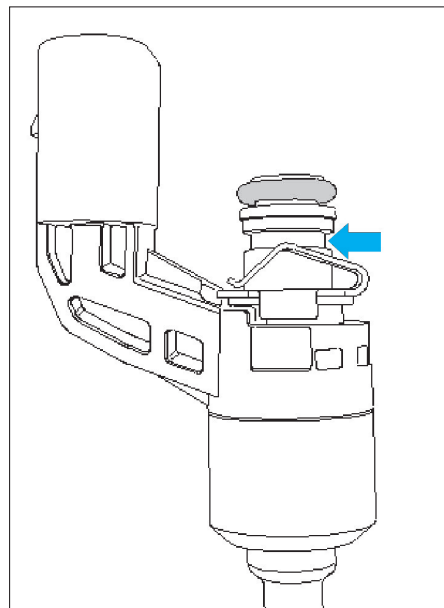

Fig. 38
- Introduire ensuite l'extracteur [2] dans la rainure (flèche) sur l'injecteur (Fig.38).